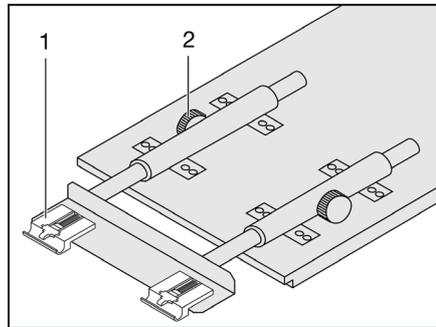

Bild 75 Hängetisch vergrößern
- Die Rändelschrauben (Bild 75,2) lösen.
- Die Tischplatte vorne leicht anheben und bis zum Anschlag herausziehen. Die Tischverlängerung (Bild 75,1) ist ganz ausgezogen.
- Die Tischplatte vorne leicht anheben und bis zum Anschlag zurückschieben. Die Tischverlängerung (Bild 75,1) ist ganz eingeschoben.